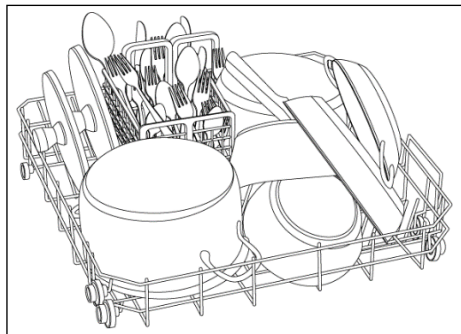

Abb. 2
- Der Geschirrspüler wird mit einem Zulaufschlauch mit 3/4" Gewinding geliefert (Abb. 2).
2. Setzen Sie ihn dann langsam in der richtigen Position ein (Abb. 2).
- Stellen Sie das Besteck mit den Griffen nach unten in den dafür vorgesehenen Plastikbehälter, der dann in den unteren Geschirrkorb gestellt wird (Abb. 2 und 3). Achten Sie darauf, dass das Besteck die Rotation der Sprüharme nicht hindert.
Eine Standardbeladung für tägliches Spülen ist in den Abb. 2 und 3 dargestellt.
- Der zentrale Filterkorb ist herausnehmbar, um die Reinigung zu erleichtern (Abb. 2).